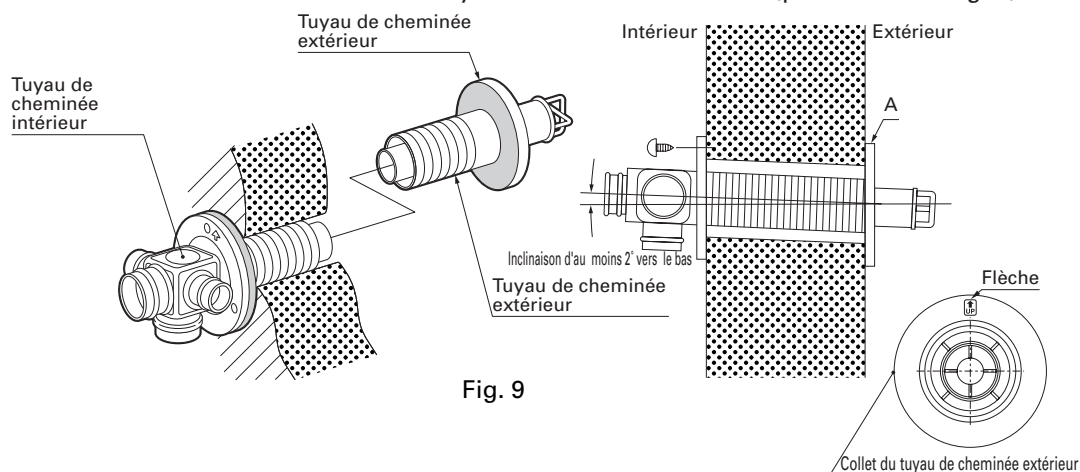

Fig. 9
- c. De l'extérieur, insérer le tuyau de cheminée extérieur dans le trou. Fixer le tuyau de cheminée extérieur au mur en le faisant tourner dans le sens des aiguilles d'une montre. Ceci verrouillera ensemble les deux moitiés du tuyau de cheminée (Voir Fig. 9).
S'assurer de bien fixer le tuyau de cheminée extérieur (pièce A sur la Fig. 9).